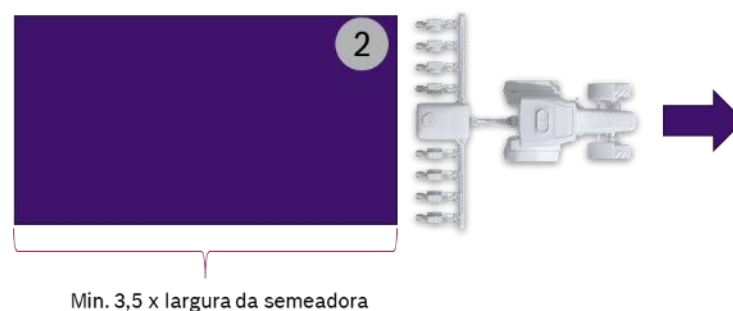

Figura 23 - Marcação de solo sem vácuo
2. Faça uma marcação do solo, com a semeadora abaixada e **sem vácuo**, para que não sejam depositadas sementes no solo, Figura 23.